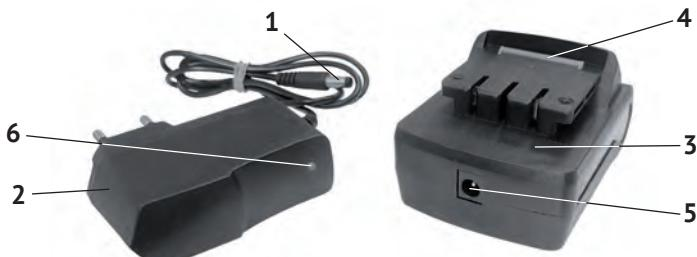

рис. 2
- вставить штекер (рис.2 поз.1) зарядного устройства (рис.2 поз.2) в разъём (рис.2 поз.5) АБ (рис.2 поз.3);
- высветится красным цветом индикатор (рис.2 поз.6) – начал процесс зарядки батареи;